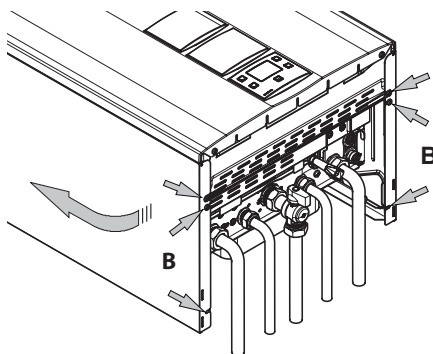

Figura 9.2
- Allentare la viti B in Figura 9.2 e togliere i due pannelli laterali spingendoli verso l'alto in modo da liberarli dai ganci superiori.